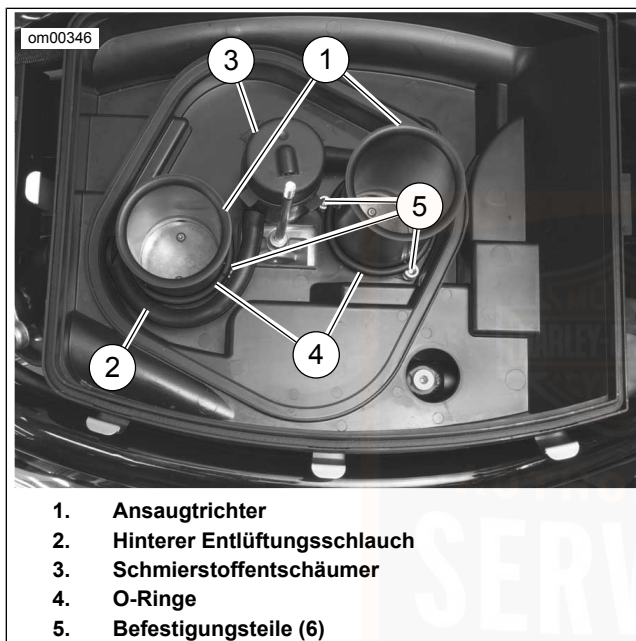

Abbildung 51. Ansaugtrichter
4. Siehe Abbildung 51. Hinteren Entlüftungsschlauch (2) abklemmen.
5. Den O-Ring (4) an jedem Ansaugtrichter (1) nach oben schieben, um Zugang zu den drei Befestigungsteilen (5) zu erhalten. Befestigungsteile herausschrauben und die Ansaugtrichter abheben.
14. Siehe Abbildung 51. Den hinteren Entlüftungsschlauch durch die Bohrung an der Rückseite der Bodenplatte einschieben. Daran ziehen, bis der Schlauch gut abgedichtet ist.